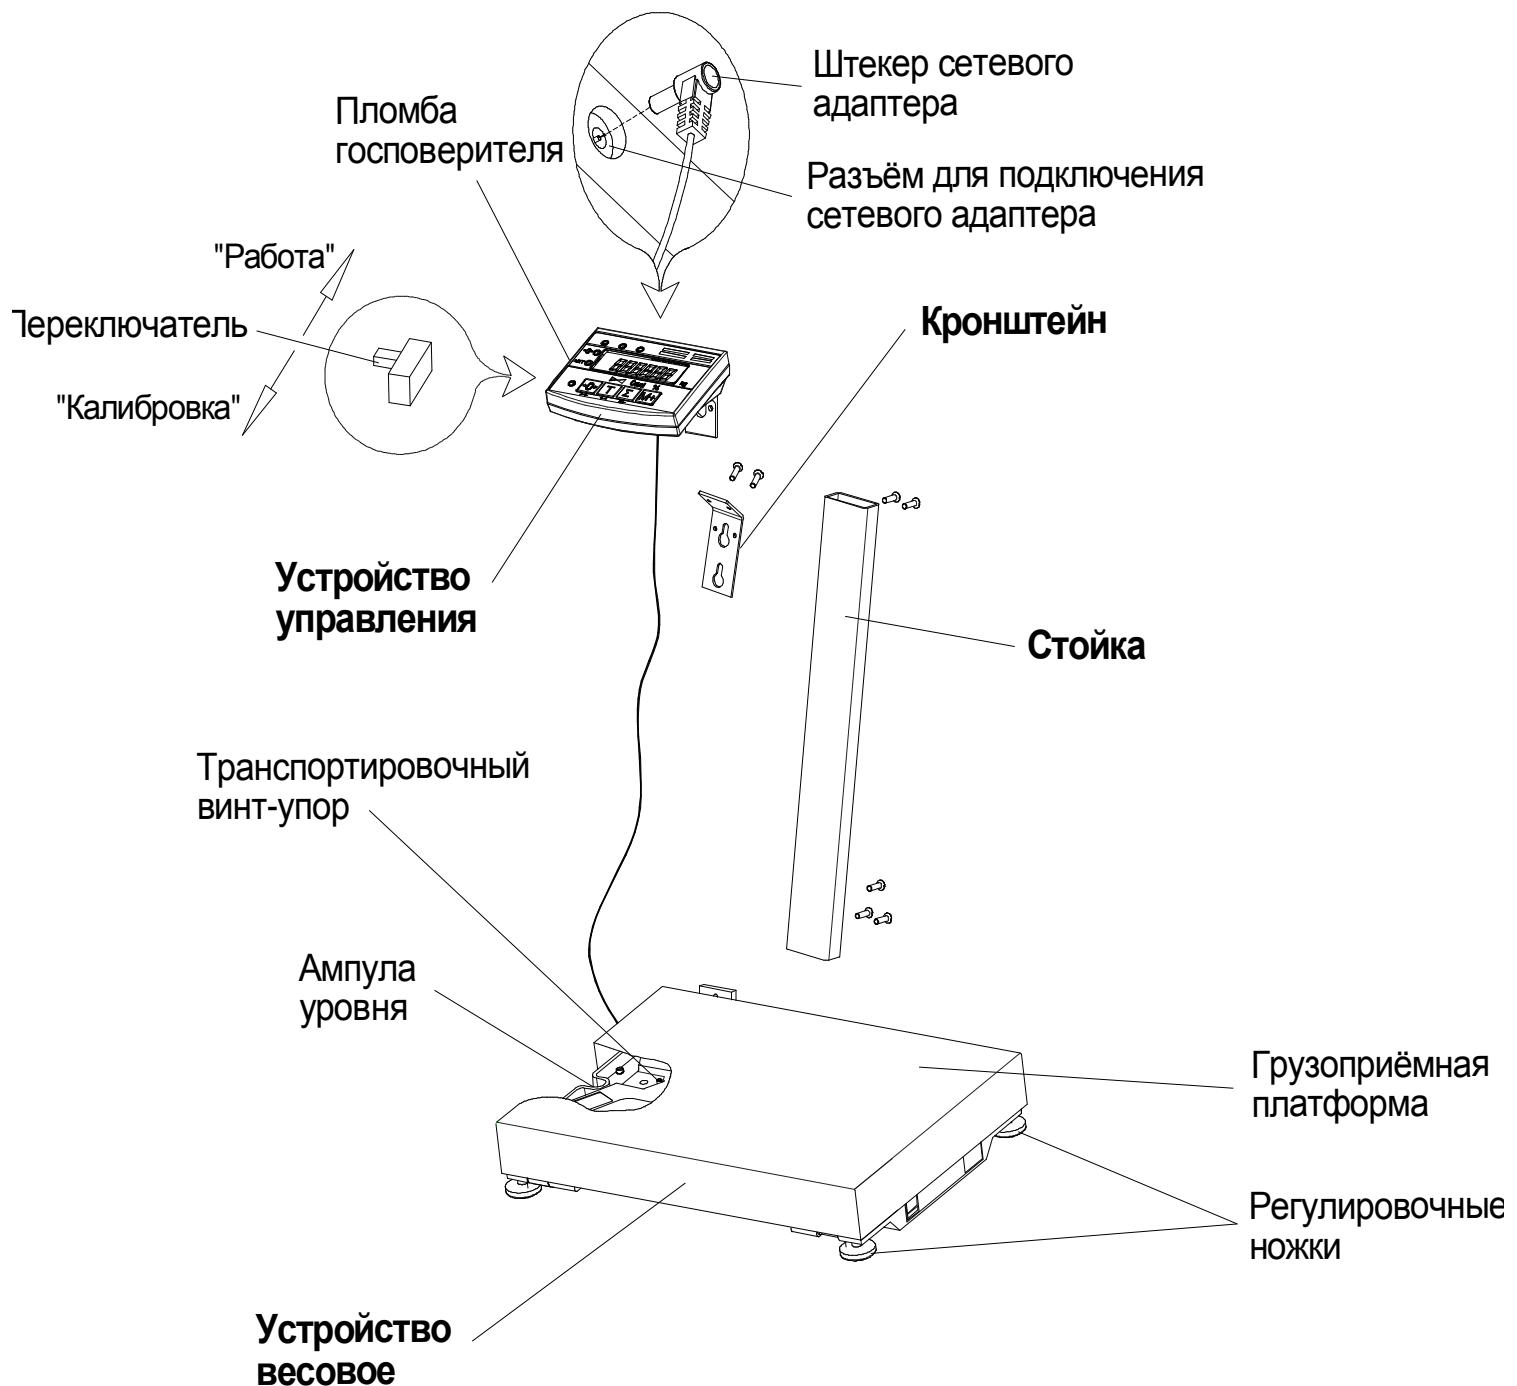

Рисунок 6.1 - Конструкция весов
7.2 Снять грузоприёмную платформу и вывернуть транспортировочный винт-упор (рисунок 6.1), вращая его только против часовой стрелки.